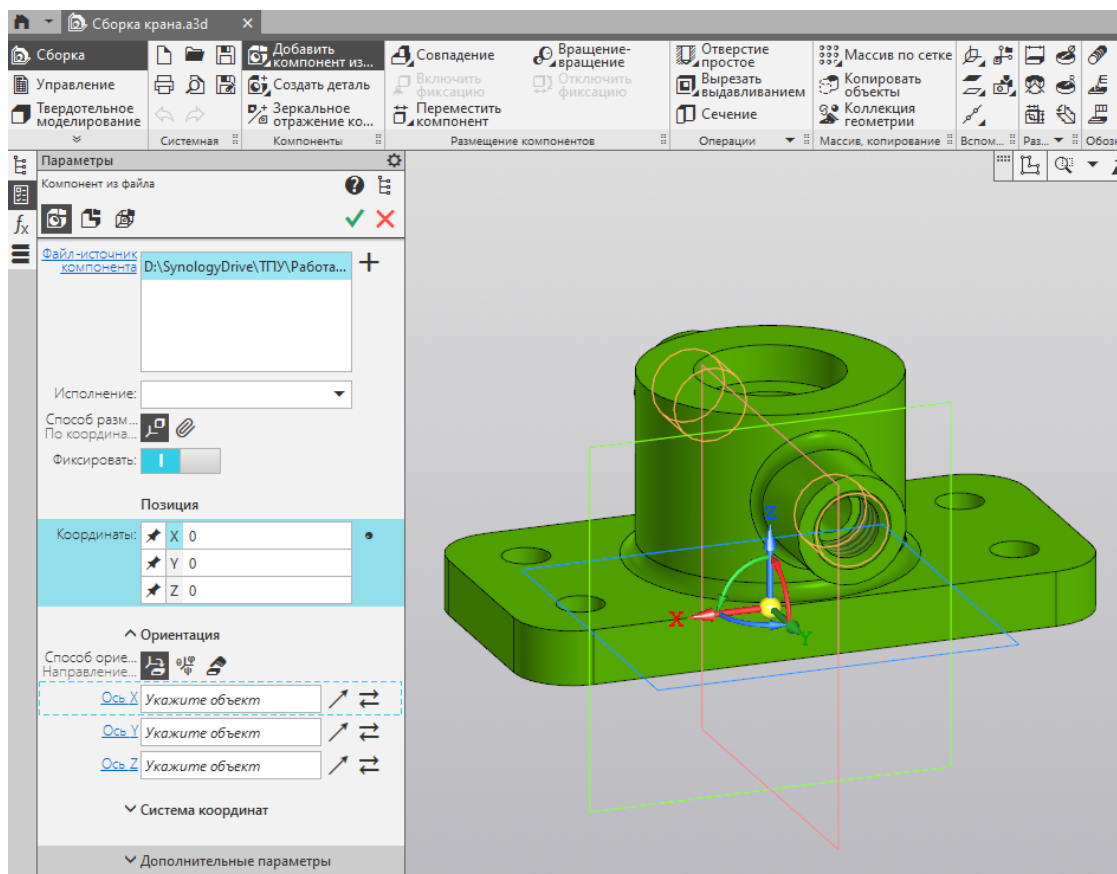

Рисунок 28 – Настройка компонента из файла для размещения корпуса (базовой детали)
3.3 Установите в любое место рабочей зоны корпус, а в настройках компонента из файла задайте всем трем координатам X, Y, и Z значение (рис. 28). Корпус будет считаться базовой деталью сборки, поэтому только для нее необходимо указать такие координаты положения. Подтвердите операцию нажатием зеленой галочки и после нажмите красный крестик для завершения операции (иначе вам будет предложено добавить еще одну деталь корпуса).